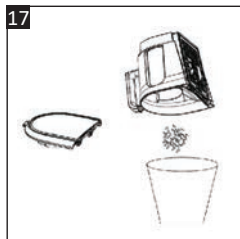

Fig. 17
2. Retirez le compartiment à poussière et videz d'abord son contenu (→ **VIDAGE DU COMPARTIMENT À POUSSIÈRE**). (Fig. 17).